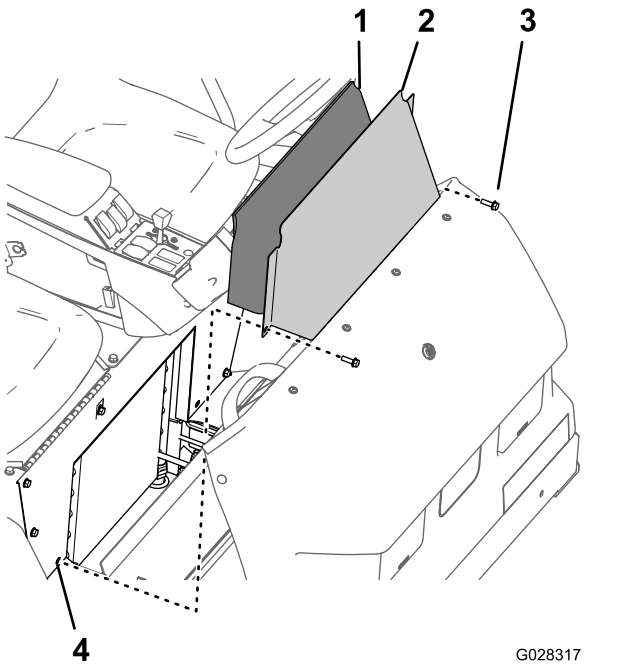

图43
1. 拆下将座椅底座检修盖固定至座椅底座的 2 个凸缘头螺栓（图43）。
2. 从机器上拆下座椅底座盖和吸音板（图43）。
1. 将吸音板与座椅底座上的开口对齐，以安装座椅底座检修盖（图43）。
2. 将座椅底座检修盖上的孔与座椅底座上的孔对齐（图43）。
3. 使用 拆下座椅底座检修门（页码 33）的 1 中拆下的 2 个凸缘头螺栓（图43）将座椅底座检修盖组装至座椅底座。